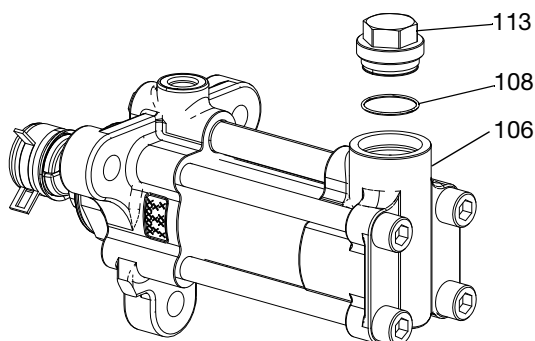

図 3
2. インレットホースを取り外して、インレットハウジング (106) を排液します。
3. インレットバルブキャップ (113) をインレットハウジング (106) から取り外し、Oリング (108) を取り外します。図 3 を参照してください。